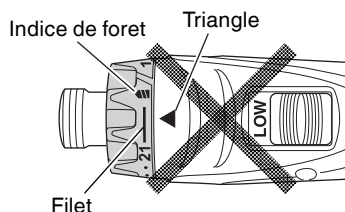

Fig. 9
- N'utilisez pas l'outil avec le sélecteur de débrayage positionné entre le chiffre "21" et la ligne au centre du indice de foret "△", vous risqueriez de l'endommager (Voir Fig. 9).